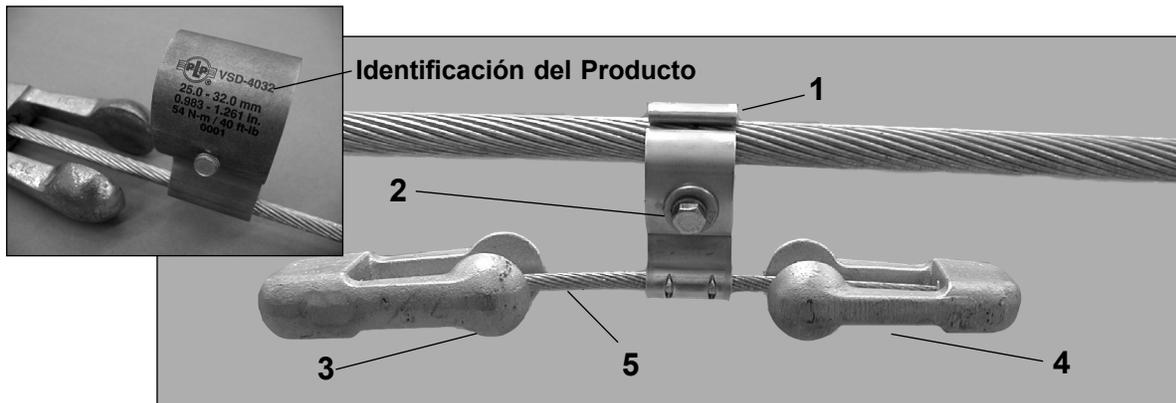

FIGURA 1 – AMORTIGUADOR DE VIBRACIÓN VORTX™
1. Cuerpo y garra: En forma de gancho, el Cuerpo del Amortiguador se apoya sobre el cable ó conductor, mientras que la Garra realiza el cierre. Como se indica en la Figura 1, el Mensajero se fija por compresión en la parte inferior del Cuerpo. La cara externa del Cuerpo posee grabados en forma indeleble la identificación del producto (código), torque de aplicación y número de lote.
3. Peso Mayor: El Amortiguador mostrado en la Figura 1 tiene contrapesos de dos tamaños – esto ofrece un mejor desempeño del producto que presenta hasta 4 respuestas de frecuencia de vibración (dos para el Peso Mayor y dos para el Peso Menor). Otro proyecto de Amortiguador podrá tener contrapesos del mismo tamaño que puede ser posicionado asimétricamente en relación al Cuerpo para tener multi respuesta.